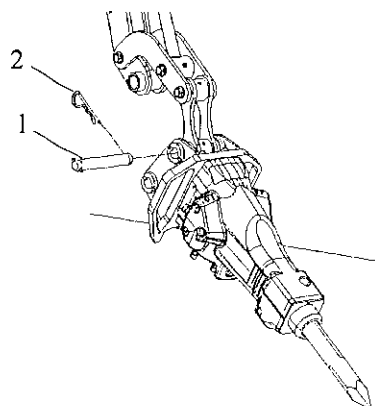
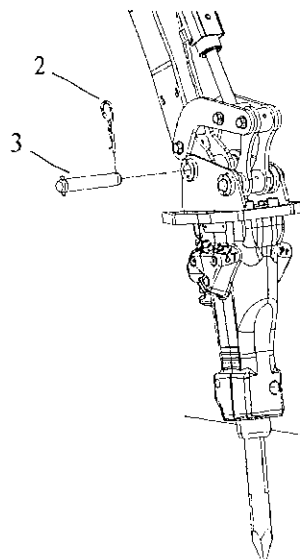

Bild 2
Bild 3
- Manövrera länken in i övre hålets styrning. Lyft upp redskapet något och slå in axel (1). Se bild 2.
- Lås axeln med låssprint (2).
- Slå in den andra axeln (3) och lås med låssprint (2). Se bild 3.